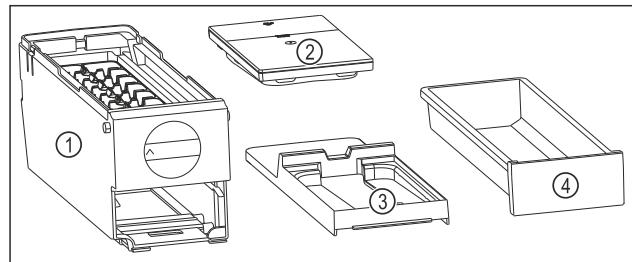

Fig. 145 Съставни части на EasyTwist-Ice
- EasyTwist-Ice е разглобен на четири части. (виж Fig. 145)
- Разглобявайте EasyTwist-Ice само на изобразените съставни части. (виж Fig. 145)
- Почистете корпуса на EasyTwist-Ice Fig. 145 (1) като едно цяло.